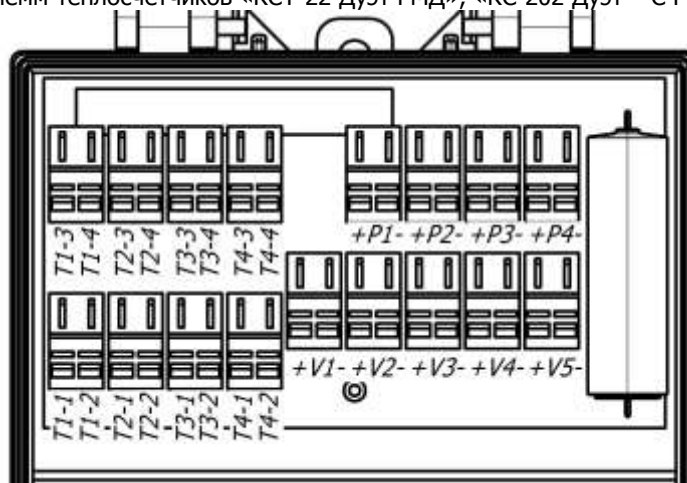

рис. 6.6
Схема расположения клемм теплосчетчиков «КСТ-22 Дуэт РМД», «КС-202 Дуэт – С РМД» - на рис. 6.6.
- провести кабель через гермоввод, подключить к входным клеммам. В том случае, если выход подключаемого преобразователя расхода имеет полярность - соблюсти полярность. Расположение входных клемм изображено на рис. 6.6. Схемы подключения термометров сопротивления по 4-х проводной и по 2-х проводной схемам изображены на рис. 6.7 и рис. 6.8. Схема подключения преобразователя давления – на рис. 6.9. (ПД – преобразователь давления, БП – блок питания преобразователя давления);